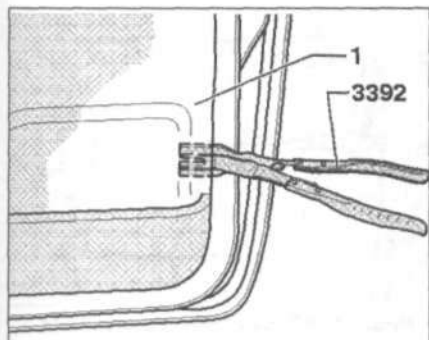

Рис. 13.36. Отсоедините обивку двери с помощью плоскогубцев 3392, разъемы проводки и снимите обивку.
8. Отсоедините обивку двери с помощью плоскогубцев 3392, разъемы проводки и снимите обивку (рис. 13.36).